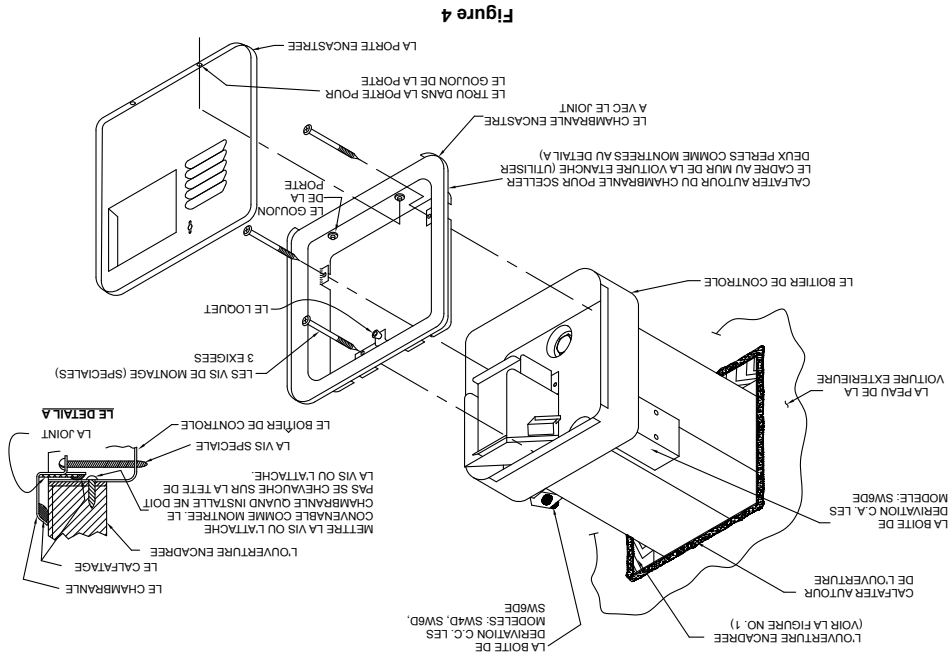

Figure 4
- (Voir la Figure 4 pour l'illustration)